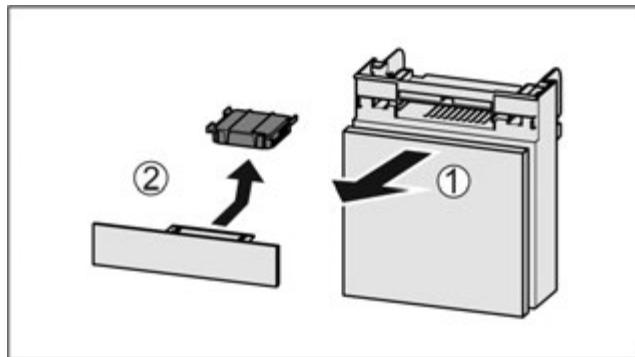

Fig. 86
- Потягніть Fig. 86 (1) відділення вперед.
- Витягнути Fig. 86 (2) фільтр з активованого вугілля.